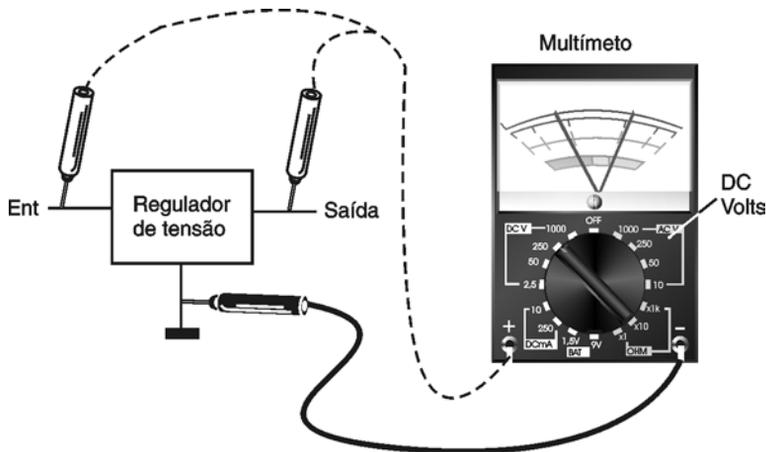

Figura 60
- Na figura 60 mostramos como fazer essas medidas.